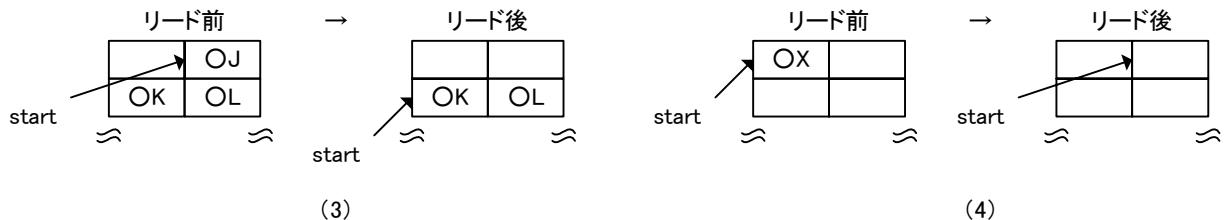

Figure A2.6.25 FIFO リード処理 (注意が必要な動作)
Figure A2.6.25 の (3) はバイト境界がある状態から、FIFO_Rd_0,1 レジスタを用いてワード読み出しを行った場合の動作です。High 側には不定のデータが出力され、Low 側にデータ J が出力されます。リードのポインタは 1 バイト分のみ進みます。Figure A2.6.25 の (4) はバイト境界が無いが残りデータが 1 バイトの状態から、FIFO_Rd_0,1 レジスタを用いてワード読み出しを行った場合の動作です。High 側にはデータ X が出力され、Low 側には不定データが出力されます。リードのポインタは 1 バイト分のみ進みます。